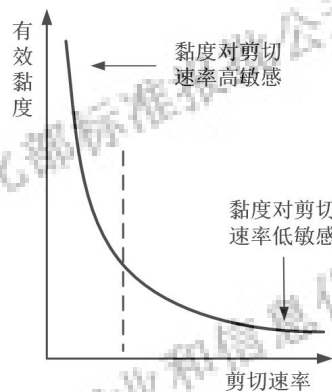

图 2 有效黏度随剪切速率变化曲线
5.3.3.2 根据剪切速率、有效黏度值，绘制有效黏度随剪切速率变化曲线图，如图 2 所示。